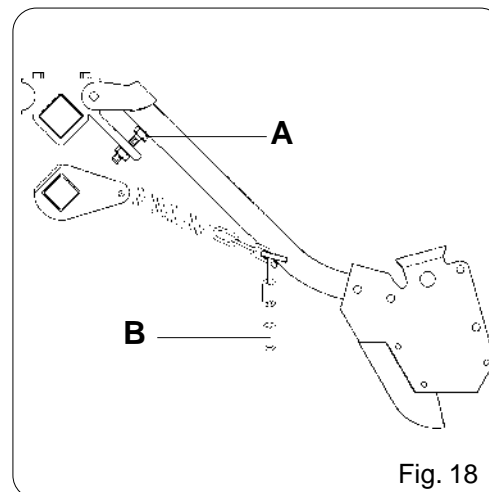
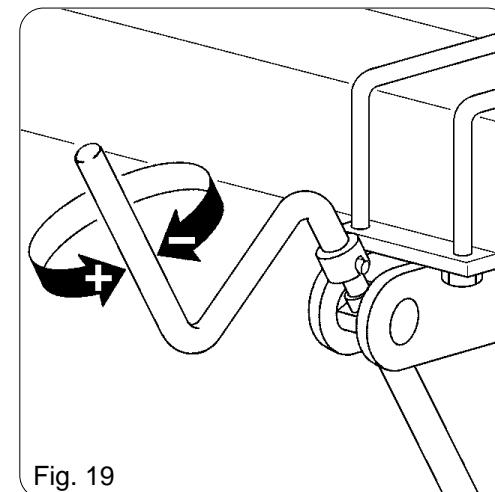

Fig. 18
Fig. 19
Per una buona emergenza dei germogli è importante collocare il seme alla giusta profondità nel letto di semina. La profondità di semina viene determinata mediante la vite di regolazione (Fig. 18 rif. A): allentare il dado e regolare la vite per variare la profondità di semina. Stringere il dado per bloccare la vite di regolazione.
In base al tipo di terreno da seminare è possibile tramite la manovella (Fig.19) aumentare (+) o diminuire (-) la pressione delle molle degli assolcatori. Si può ulteriormente regolare la pressione singolarmente agendo sulle molle variando la posizione degli anelli catena (Fig.18 rif. B).
*Good sprouting requires the seed to be sown at the right depth in the bed. Sowing depth is determined by the adjustment screw (Fig. 18, ref. A): loosen the nut and turn the screw to adjust sowing depth. Tighten the nut to lock the adjustment screw in place. Use the crank (Fig. 19) to increase (+) or decrease (-) planter shoe spring pressure, on the basis of the type of terrain being sown. The pressure of the individual springs can also be adjusted through the position of the chain links (Fig. 18, ref. B). The disk-model seeder is also equipped with two shoes that work within the tracks of the machine's drive wheels to lend the disk greater penetration capacity. **Listers that work in the tracks of the seeder or the tractor should be set to greater pressure.***
*Damit die Sprossen richtig treiben können, ist es wichtig, den Samen im Aussaatbett in der richtigen Tiefe einzupflanzen. 1) Die Sätiefe wird durch die Einstellschraube (Abb. 18 Ref. A) bestimmt: Die Mutter lockern und die Schraube drehen, um die Sätiefe zu ändern. Die Mutter wieder festschrauben, um die Einstellschraube zu blockieren. Je nach Beschaffenheit des zu besäenden Bodens kann der Druck der Scharr-elementfedern mit der Kurbel (Abb. 19) erhöht (+) oder verringert (-) werden. Der Druck der einzelnen Scharr-elemente kann auch durch Einwirken auf die Federn durch Ändern der Position der Kettenringe eingestellt werden (Abb. 18 Ref. B). In der Ausführung mit Scheiben ist die Sämaschine mit zwei Druckstangen ausgerüstet, die auf die Spuren der Antriebsräder derselben einwirken, damit die Scheibe tiefer eindringen kann. **Es wird empfohlen, die Säscharenreisser, die in den Räderspuren der Sämaschine und des Schleppers arbeiten, mit einem grösseren Druck einzustellen.***
Pour une bonne émergence des pousses il est important de mettre la graine à la profondeur exacte dans le lit de semence. La profondeur d'ensemencement est déterminée moyennant la vis de réglage (Fig. 18 réf. A): desserrer l'écrou et régler la vis pour choisir la profondeur d'ensemencement. Serrer l'écrou pour bloquer la vis de réglage.
Selon le type de terrain, il est possible d'augmenter (+) ou de diminuer (-) la pression des ressorts des socs à l'aide de la manivelle (Fig. 19). De plus, il est possible de régler ultérieurement la pression de chaque soc en agissant sur les ressorts et en modifiant la position des anneaux de la chaîne (Fig. 18 réf. B). Le semoir (dans la version à disques) est équipé de deux pointes qui travaillent dans les traces des roues motrices de manière à ce que le disque pénètre davantage.
Para una buena germinación, es importante que se coloque la semilla en el lecho de siembra a una profundidad adecuada. La profundidad de la siembra viene determinada por el tornillo de graduación (Fig. 18 ref. A): aflojar la tuerca y graduar el tornillo para variar la profundidad de siembra. Apretar la tuerca para bloquear el tornillo de graduación. Basándose sobre el tipo de terreno que se debe sembrar se puede, a través de la manivela (Fig.19), aumentar (+) o disminuir (-) la presión de los resortes de los surcadores. Es posible efectuar otras regulaciones de la sola presión variando en los resortes la posición de los anillos de la cadena (Fig.18 ref. B). La sembradora en la versión con discos está dotada de dos puntales que trabajan en las hormas de las ruedas motrices para dar mayor penetración al disco.